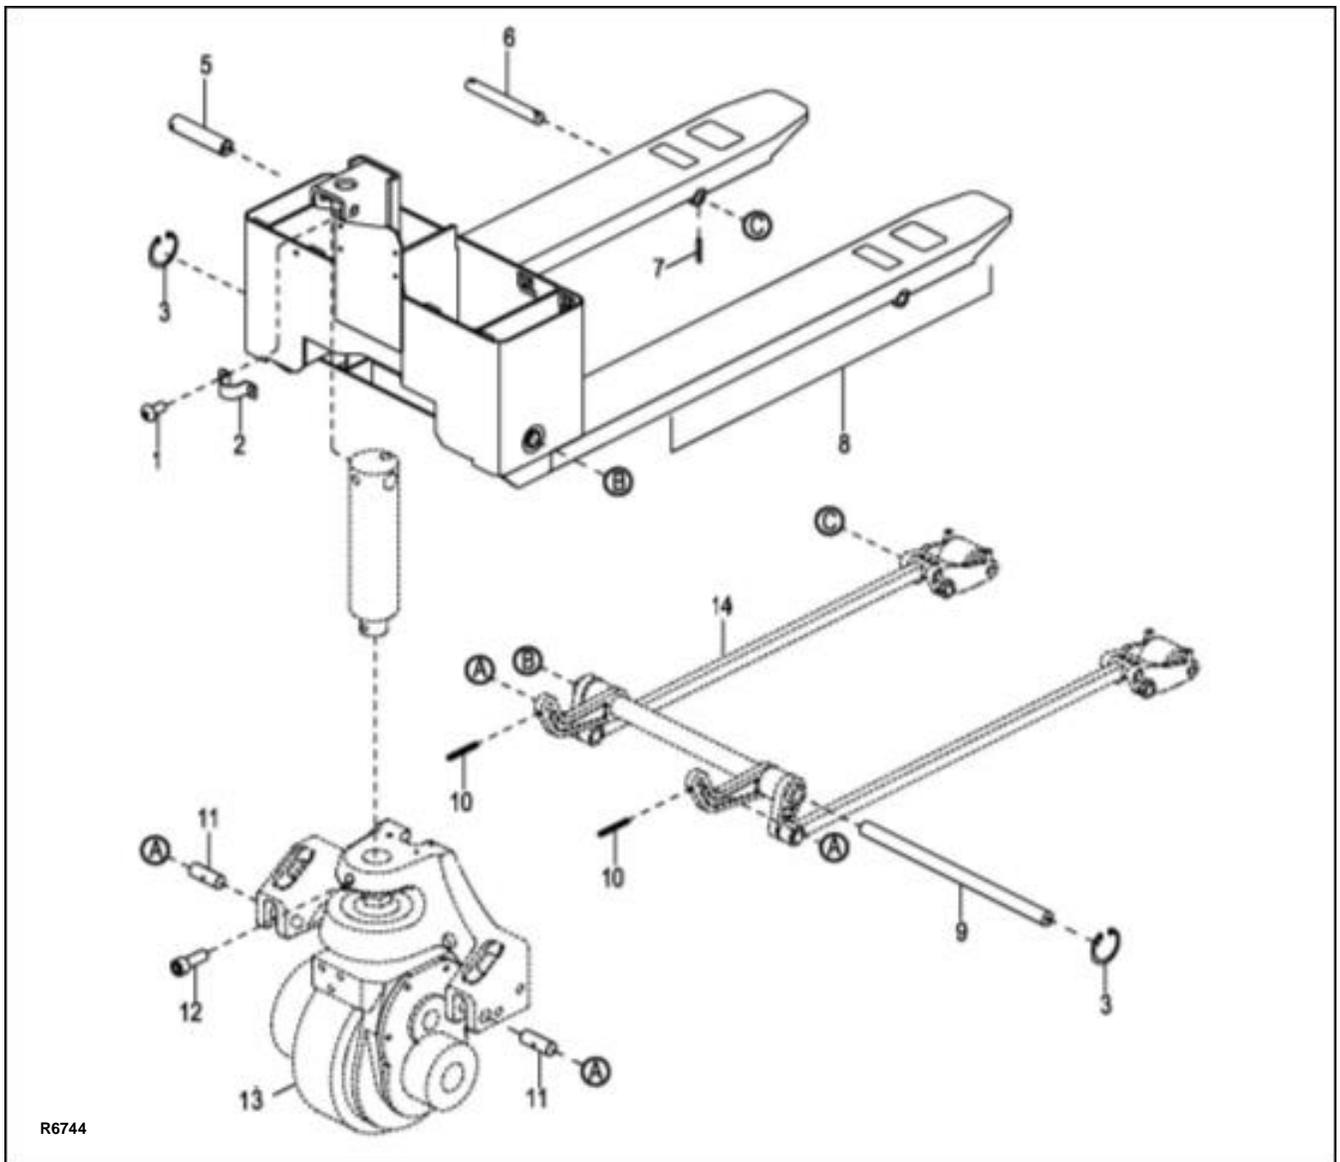

Figure 8-1 Châssis
1. Positionnez la timonerie (14, ill. 8-1) sous le châssis (8).
2. Soulevez chaque timonerie (14) en place et installez l'essieu (9) à travers le châssis (8). Fixez l'essieu (9) à l'aide des anneaux de retenue (3).
3. Placez les étriers de roue (8, ill. 8-2) dans le châssis (8, Figure 8-1), puis installez les essieux (6). Fixez les essieux (8) avec les goupilles (7).
4. Positionnez la timonerie (14) et installez les essieux (11). Fixez les essieux (11) avec les goupilles (10).
6. Tournez la serrure à contacts en position de marche (23, ill. 12-16) et engagez le désaccoupleur d'urgence (20).